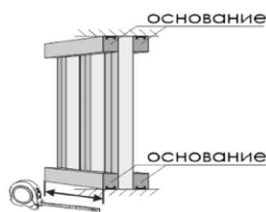

Рис.5
- 3.2 Отрежьте рейки и монтажные планки нужной длины для основания перегородки (для основания рекомендует использовать рейки Модель-1) (рис.5).